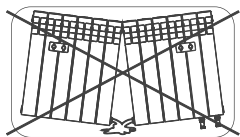

рис. 2
4. Для монтажа радиаторов с числом секций до 12 используйте 2 кронштейна, для 12 и более 3 кронштейна (2 сверху, 1 снизу) (рис. 2).